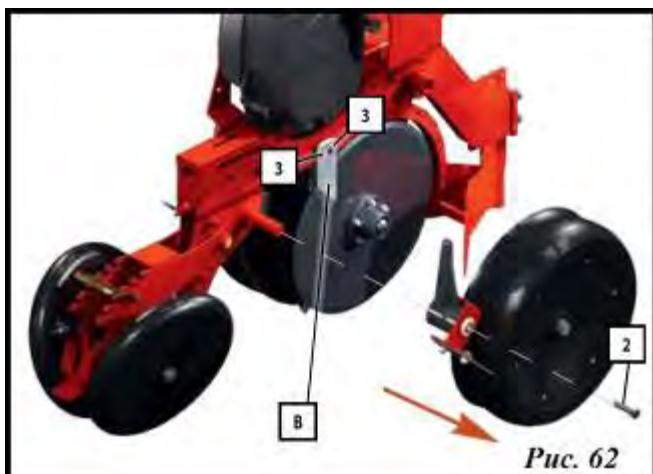

Рис. 62
- Высевающие диски (B, рис. 62).
- 1 - Ослабить болт (2, рис. 62) и снять заглубляющий каток.
- 2 - Ослабить болты (3, рис. 62).